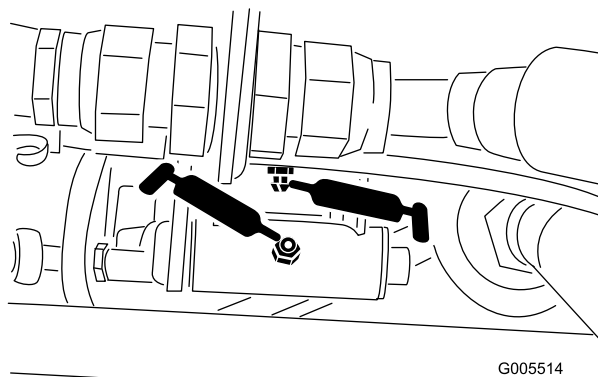
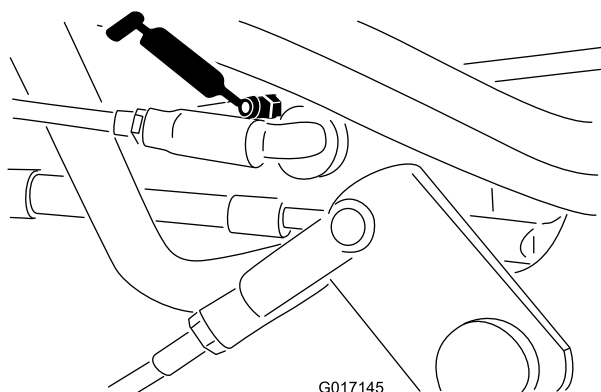

Figura 45
Figura 46
- Tiranteria del selettore di velocità (Figura 45 & Figura 46)